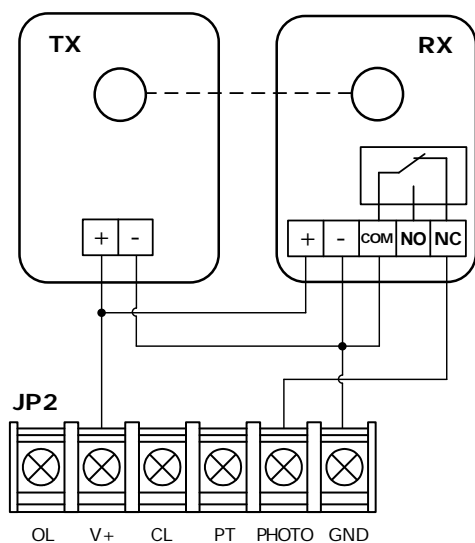

Рисунок 9. Подключение фотоэлементов
PHOTO	Вход устройства безопасности (например, фотоэлементы – Рисунок 9) с нормально-закрытым контактом (NC). Срабатывание при закрытии приведет к остановке движения и последующему полному открытию, или блокировке начала закрытия.